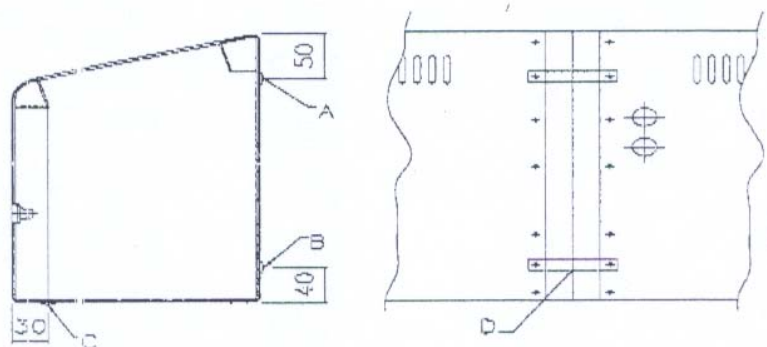

Figura 6.
Con objeto de asegurar la resistencia mecánica de los módulos, estos deben unirse entre sí antes de colocarlos en la pared, por medio de los tres soportes (D) suministrados con el Kit de unión, atornillándolos a la carcasa, tal y como se indica en la figura 6, en las posiciones **A**, **B** y **C**.